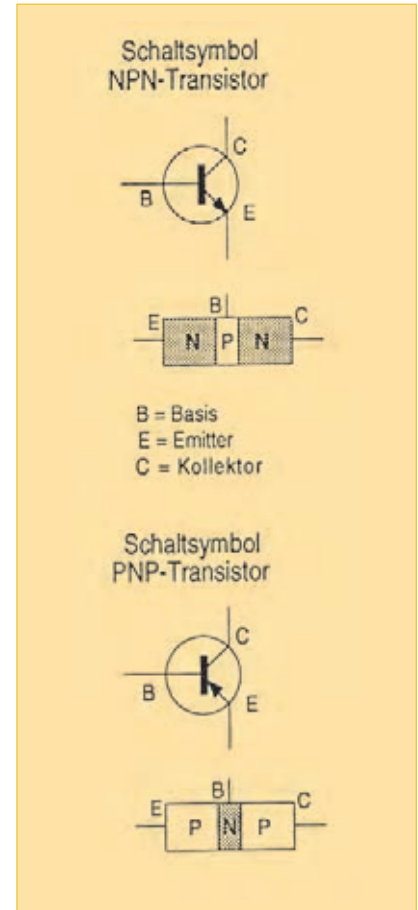

Abb. 1.12 – Aufbau und Schaltsymbole von npn- und pnp-Transistor.
Er ist ein elektronisches Halbleiterbauelement, das in elektrischen Geräten Ströme und Spannungen verstärkt. Fachleute sprechen deshalb auch von einem aktiven Bauelement – im Gegensatz zu Kondensatoren und Dioden, die als passive Bauelemente gelten. Es gibt zwei Arten von Transistoren, die sich grundsätzlich durch die Art der Ansteuerung unterscheiden: Bipolar- und Feldeffekttransistor. Mit einem Multimeter sind die bipolaren Transistoren leichter messbar, die durch Stromfluss angesteuert werden. Sie besitzen nach Abb. 1.12 zwei Elektroden, die sich Emitter (E) und Kollektor (C) nennen sowie eine Steuerelektrode namens Basis (B). Emitter steht dabei für „Aussender“ und Kollektor für „Sammler“. Ein kleiner Strom, der durch die Basis-Emitter-Strecke fließt, steuert dabei einen großen Strom auf der Kollektor-Emitter-Strecke. Das Verhältnis von Kollektor- zu Basis-Strom ist der Stromverstärkungsfaktor. Je nach Aufbau unterscheidet man hier npn- und pnp-Transistoren: n steht dabei für negativ dotierte Zone, p für positiv dotierte Zone.